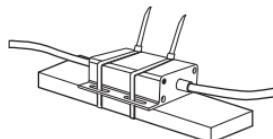

図7
- Place the control box in an appropriate position according to the surroundings as shown in Figure 7. Do not install the control box in a high-temperature area, an area with moving parts, or an area that may interfere with other moving parts.
- ヘッドライト周辺の適切な場所に付属の結束バンドまたはステーを使用してコントロールボックスを固定します(図7参照)。高温になる場所、振動するパーツがある場所、振動するパーツに干渉する場所にはコントロールボックスを取り付けないでください。
- 根据周围环境，将控制盒置于适当位置，如图7所示。请勿将控制盒安装在图-6具有活动零件的高温区域，或安装在可能会干扰其它活动零件的区域。